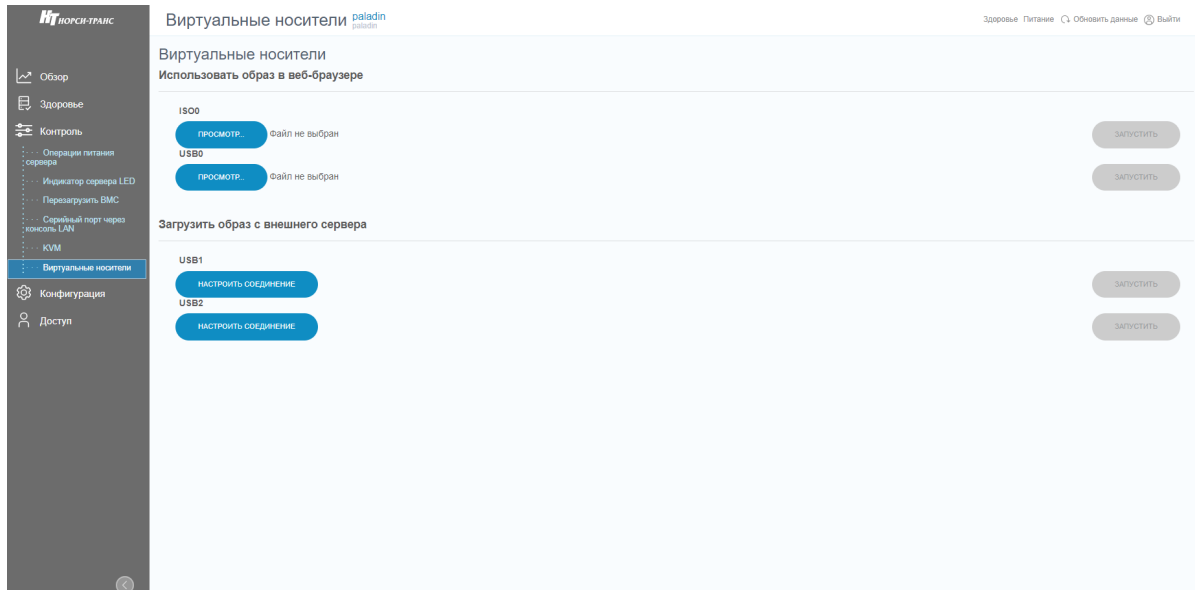

Рис. 94. Окно «Виртуальные носители»
- 7) Пройдите во вкладку «Контроль» → «Виртуальные носители» в данной вкладке осуществляется виртуальное подключение периферийных устройств. Окно показано на рис. 94 Окно «Виртуальные носители»